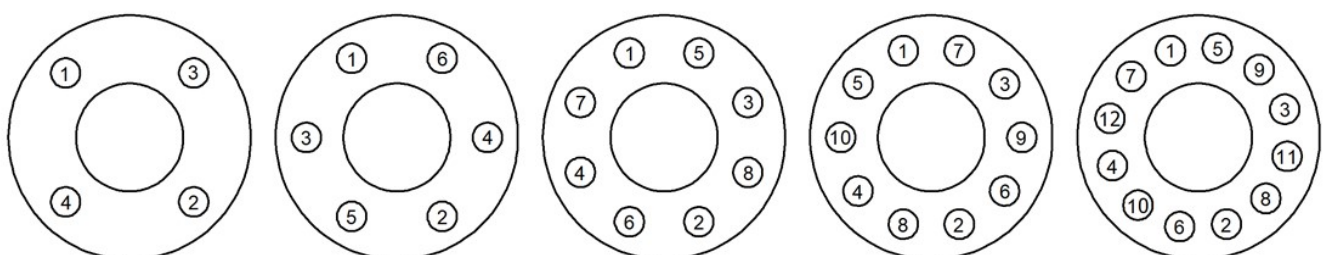

Fig. 2 Secuencia de apriete
Para garantizar la uniformidad de la carga y la alineación, los tornillos de las bridas se deben apretar de forma gradual y en secuencia cruzada, como se indica en la «Fig. 2»
- ◆ Aflojar la tuerca (10) y desatornillar por completo las tuercas (15).
- ◆ Separar el grupo de la tapa (9) del cuerpo de la válvula (1).
- ◆ Sacar el obturador completo (3) de la tapa (9).
- ◆ Si es necesario, desatornillar el asiento (2) usando las llaves adecuadas.
- ◆ Insertar en la tapa (9) el obturador nuevo, teniendo cuidado de lubricar el vástago con aceite de silicona.
- ◆ Reemplazar siempre la junta del cuerpo (11) limpiando con cuidado la superficie de asiento.
- ◆ Apretar las tuercas (15) de forma gradual y en secuencia cruzada, como se indica en el ejemplo en la «Fig. 2» del párrafo 2.01, usando los pares indicados en el capítulo 5.
- ◆ Aflojar la tuerca (10) y desatornillar por completo las tuerkas (15).
- ◆ Quitar la jaula bloqueo del asiento (13).
- ◆ Si es necesario, quitar y reemplazar el asiento (2).
- ◆ Reemplazar siempre la junta del cuerpo (11) y la junta del asiento (14) limpiando con cuidado la superficie de asiento.
- ◆ Separar el grupo de la tapa (9), la cámara de balanceado (7), el obturador completo (3) y el pistón de balanceado (8) del cuerpo de la válvula (1).
- ◆ Quitar la eventual jaula (5).
- ◆ Reemplazar la junta de cierre del pistón de balanceado (8) desatornillando la tuerca (16).
- ◆ Si es necesario, desatornillar y reemplazar el asiento (2) usando las llaves adecuadas.
- ◆ Reemplazar siempre las juntas del cuerpo (11) limpiando con cuidado la superficie de asiento.
- ◆ Sacar el pasador (17) y desatornillar el obturador (3).
- ◆ Si es necesario, desatornillar el bloqueo del fuelle (19) y reemplazarlo, sustituyendo también la junta (18).
- ◆ Apretar las tuercas (15) de forma gradual y en secuencia cruzada, como se indica en el ejemplo en la «Fig. 2» del párrafo 2.01, usando los pares indicados en el párrafo 5.